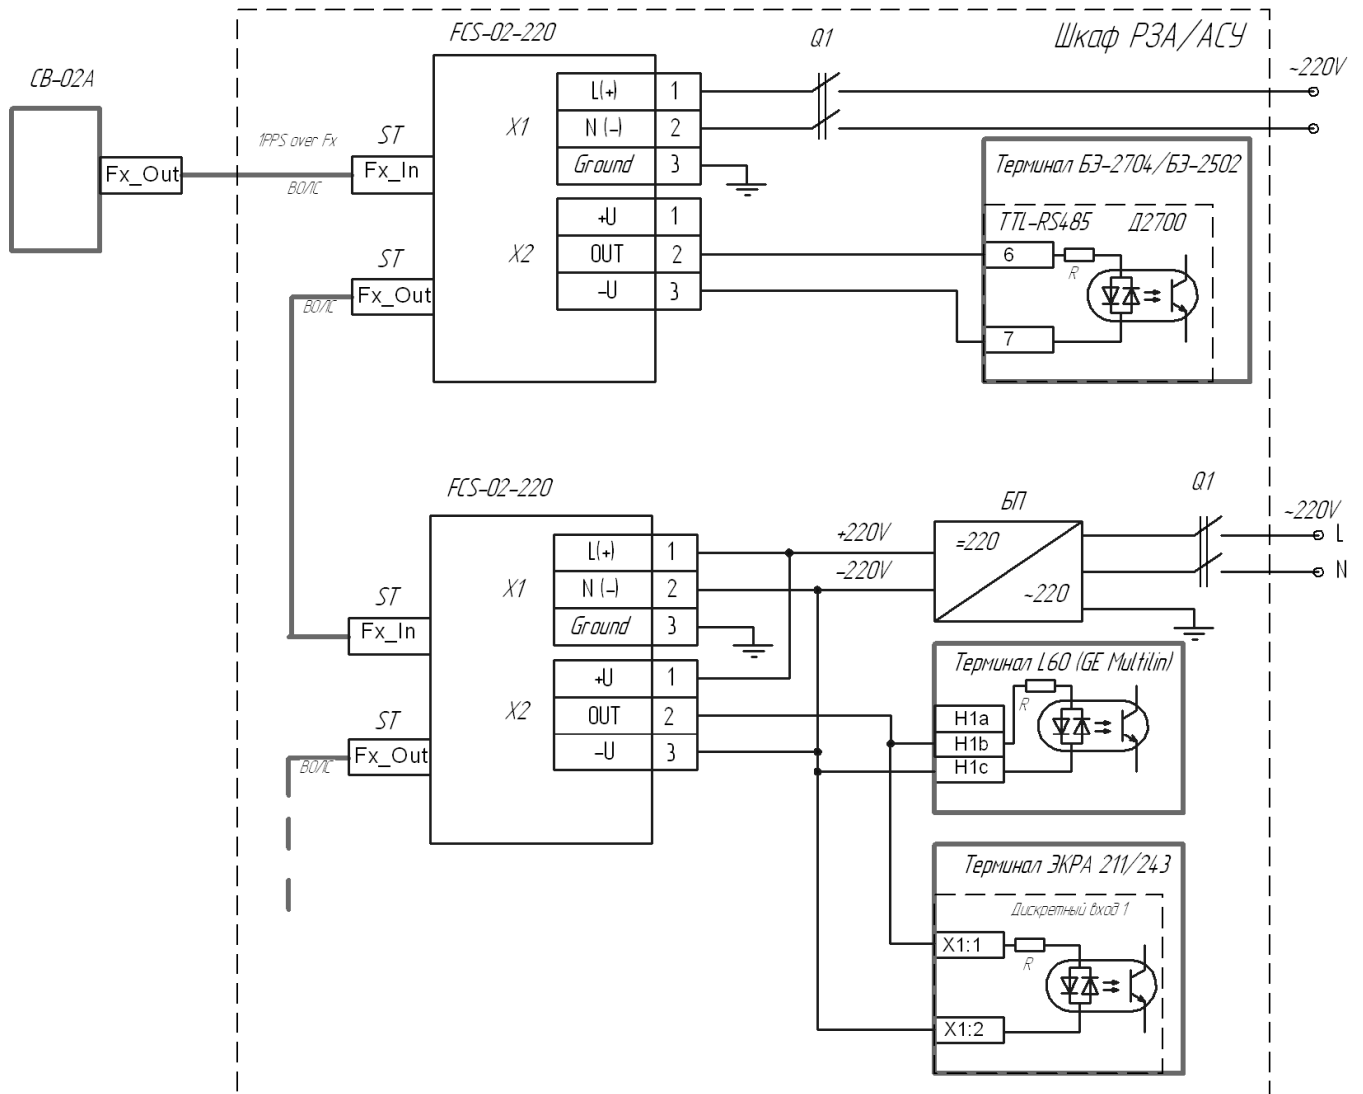

Рисунок 4. Пример схемы включения конвертера FCS-02-220 совместно с различными терминалами БЭ-2704/ БЭ-2502, L60, ЭКРА 211.
2.4 При наличии в шкафу постоянного напряжения 220В и необходимости наличия сигнала синхронизации амплитудой 220В, предпочтительным вариантом является объединение цепей питания устройства и питания ключей конвертера (см. рисунок 4). При отсутствии внутри шкафа цепей постоянного тока 220В или невозможности их использования можно применить внешний источник питания, например Форпост ИПС-300 (Новосибирск), с выходным напряжением =220В и максимальным выходным током 2А. Внешний источник питания может находиться как вне, так и внутри шкафа (определяется на усмотрение проектанта).